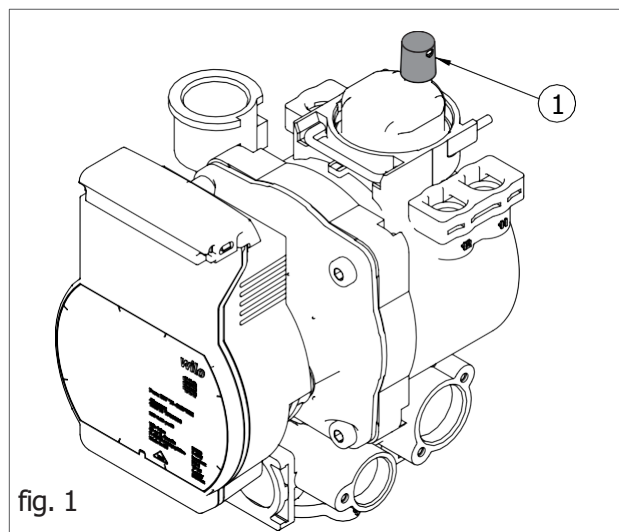

fig. 1
1. Slăbiți ușor capacul supapei de aerisire a pompei (1- fig. 1) pentru a elimina aerul din sistem.